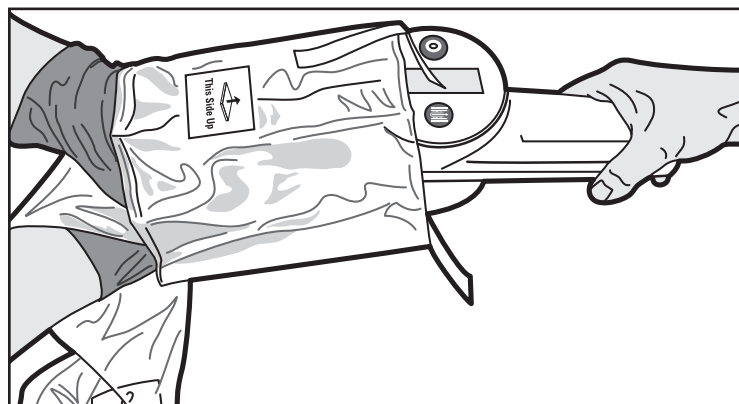

Figure 2. Insertion de MDU5 PLUS
5. L'opérateur hors du champ stérile place alors l'unité MDU5 PLUS dans l'ouverture, dans une position telle que le dessus de l'unité soit aligné avec l'étiquette « Ce côté vers le haut » se trouvant sur la poche (figure 2).